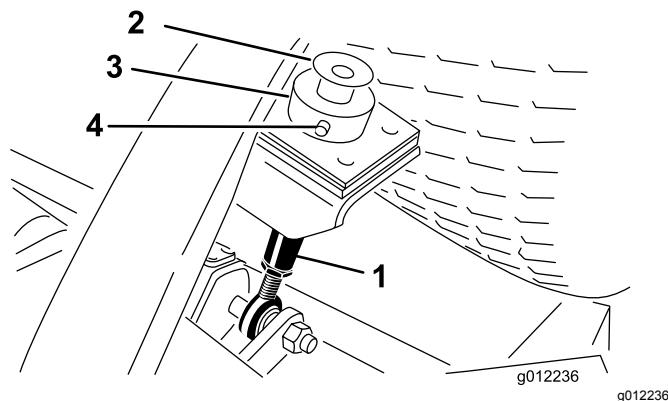

Figura 23
2. Retire o parafuso e anilha montados na parte superior de cada barra de altura de corte (Figura 23).
unidade de corte (Figura 23). Retire o anel da altura de corte.